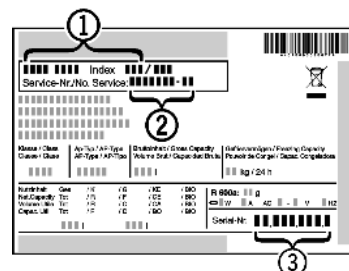

Fig. 11
- ▶ Očitajte naziv uređaja Fig. 11 (1), servisni broj Fig. 11 (2) i serijski broj Fig. 11 (3) s tipske pločice. Tipska pločica nalazi se na lijevoj unutarnjoj strani uređaja.
- ▶ Obavijestite službu za kupce i javite im kvar, naziv uređaja Fig. 11 (1), servisni broj Fig. 11 (2) i serijski broj Fig. 11 (3).